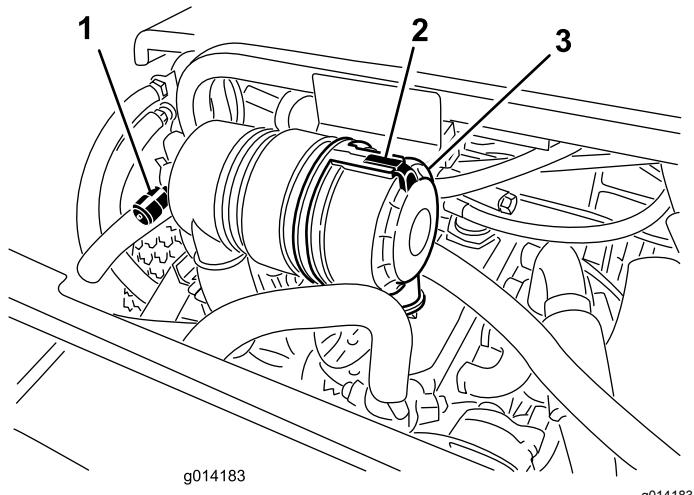

図 31
エアクリーナーのフィルタの整備は、インジケータ図31が赤色になってから行ってください。早めに整備を行っても意味はありません。むしろフィルタを外したときにエンジン内部に異物を入れてしまう危険が大きくなります。
1. エアクリーナーのカバーをボディーに固定しているラッチを外す図31。